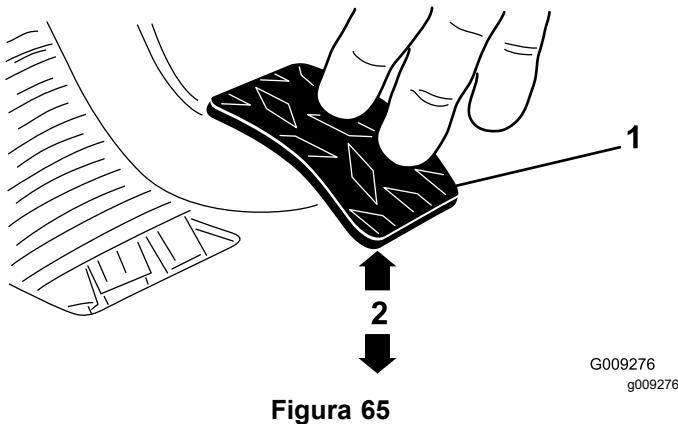

Figura 65
3. Ajuste las contratueras o la articulación esférica hasta que el borde trasero del pedal del embrague esté a 9,2–9,8 cm del borde superior del dibujo a rombos de la chapa de suelo al aplicar una fuerza de 1,8 kg al pedal (Figura 65).